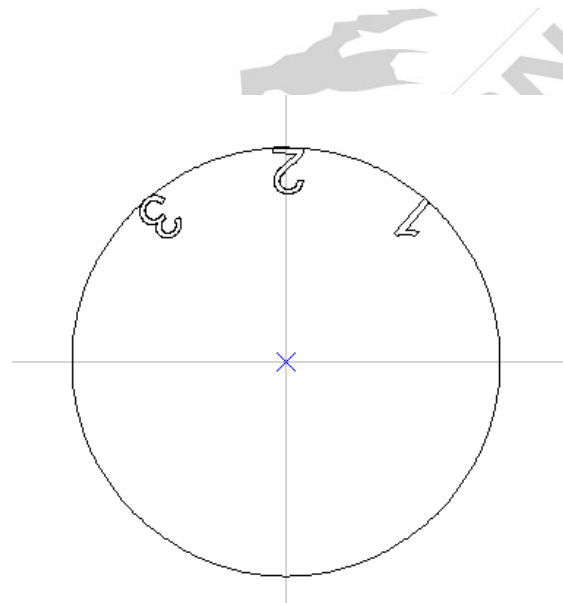

図 3.3.20
**Reverse (逆)** :アークテキストのテキスト部分を反転させます (図3.3.20を参照)。